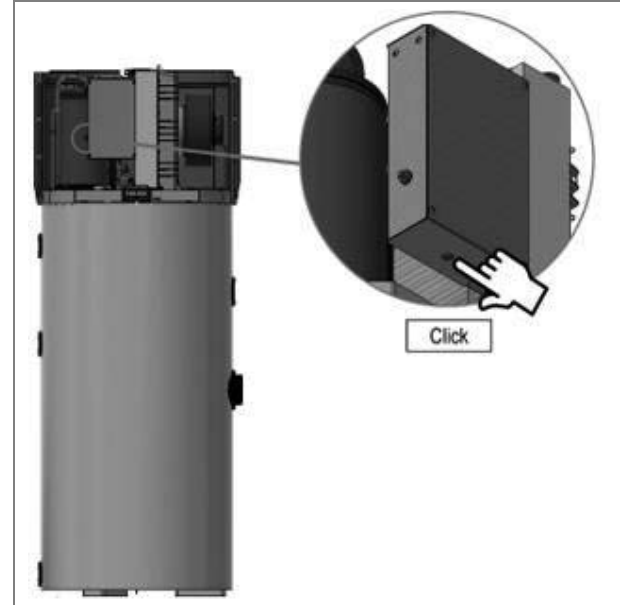

Abb. 19 – Zurücksetzen des Sicherheitsthermostats
- Den ausgelöste Sicherheitsthermostat manuell von oben rücksetzen (Abb. 19). Bei Auslösen schiebt sich der mittlere Bolzen etwa 4 mm weit hinaus;